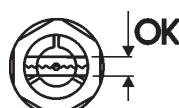

Bild 5:
- Füllen Sie das Öl mit der Spritze langsam ein. Es dauert 5 bis 10 Minuten, bis das Öl in beiden Ölkammern das gleiche Niveau erreicht. Die Ölmenge ist korrekt, wenn sich der Ölstand in der Mitte des Ölschauglasses befindet (Bild 5). Die erforderliche Ölmenge ist abhängig von der Einbaulage, Richtwerte siehe Tabelle 3 und 4.